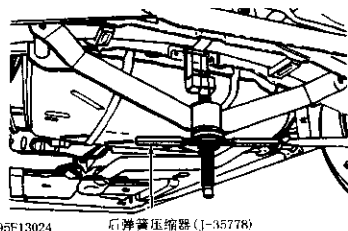

图 5-11 压缩后弹簧
2) 断开防抱死制动系统车轮速度传感器电气接头 (如果装备有)。从汽车前部靠近板簧的一侧吊装弹簧, 压缩器中心手柄, 然后将后弹簧压缩器 (J-35778) 在后横置弹簧上定位 (图 5-11)。
2) 将后弹簧压缩器 (J-35778) 的中心手柄定位在后横置弹簧上 (在弹簧前部) (图 5-11)。将后弹簧压缩器接在中心手柄上, 确保弹簧和滚柱同心。压缩弹簧, 以便从转向节上除去压力。不要卸下弹簧或紧固板。
2) 将后弹簧压缩机(J-35778)的中心手柄放在后横置弹簧上(在弹簧前部)(图 5-11)。将后弹簧压缩机接在中心手柄上, 确保弹簧与滚柱同心。
2) 断开防抱死制动系统车轮速度传感器电气接头(如果装备有)。将后弹簧压缩器的中心手柄放在后横置弹簧上(弹簧前部)(图5-11)。将后弹簧压缩器装在中心手柄上,确保弹簧与深柱同心。